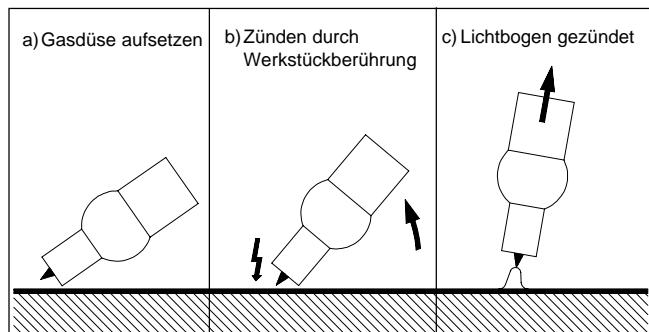

Abb. 7: Zünden durch Berührung.
- Netzhauptschalter **①** einschalten,
- mit Wahlschalter **③** auf WIG oder WIG-Puls schalten, LED leuchtet.
- mit Wahlschalter **④** auf bzw. stellen; LED leuchtet.
- Bei abgeschaltetem Schweißstrom Elektrode an Zündstelle aufsetzen, Brenner zurückneigen bis Gasdüse mit Rand auf Werkstück aufliegt und zwischen Elektrodenspitze und Werkstück 2 bis 3 mm Abstand bestehen (Abb. 7 a).
- Brenner über Düsenrand langsam aufrichten bis Elektrodenspitze das Werkstück berührt (Abb. 7 b).
- Lichtbogen zündet durch Abheben des Brenners und Schwenken in Normallage (Abb. 7 c).